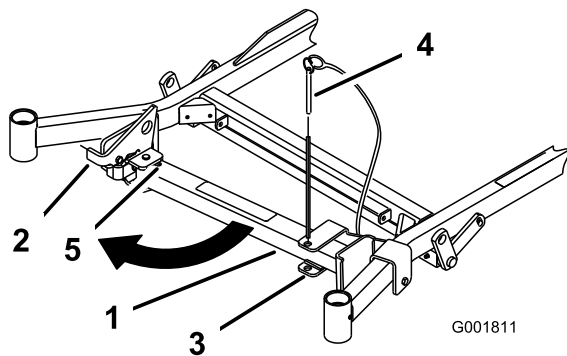
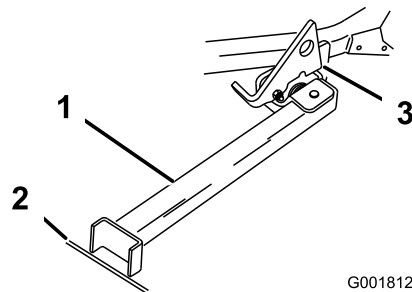

Figura 27
Figura 28
2. Togliete il perno dalla staffa (Figura 27).
3. Alzate il dispositivo di chiusura. Portate il piede del supporto sul davanti e spostate il supporto verso la macchina, nell'intaglio inferiore (Figura 27 e Figura 28).
4. Mettete a terra il piede del supporto ed appoggiate il dispositivo di chiusura sull'aletta orientabile (Figura 28).
Nota: Per ottenere risultati ottimali, appoggiate il piede del supporto nelle fessure del marciapiede o nel tappeto erboso (Figura 28).
6. Guidate sul supporto. Fermatevi quando il dispositivo di chiusura cade sull'aletta e si chiude in posizione di BLOCCO (Figura 28). Una volta sul supporto, innestate il freno di stazionamento e spegnete il motore.
5. Riportate il supporto in posizione di RIPOSO (Rest) (Figura 27).